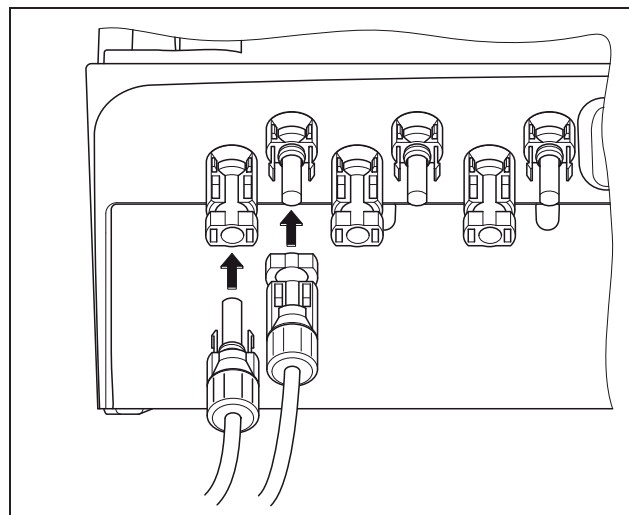

Figura 19: Collegamento della stringa PV
- Innestare la spina della stringa PV nel controprezzo corrispondente dell'inverter (figura 19) fino a quando scatta.